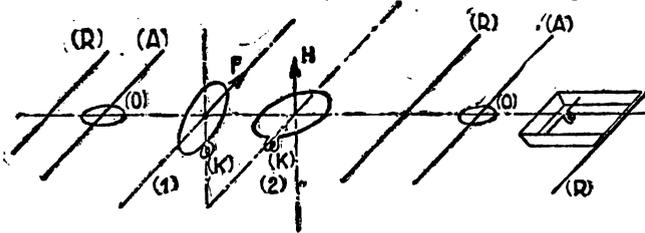

Figure 6
5° — La propagation dans les différents diélectriques. (Fig. 6). — Les expériences précédentes peuvent être réalisées dans les milieux autres que l'air. Pour les liquides, l'eau par exemple, il est commode d'opérer dans une cuvette de photo en verre ou dans un cristallin noir posé en avant de l'oscillateur. La longueur du résonateur accordé dans l'eau est beaucoup plus courte que dans l'air. Un réflecteur (R) est placé juste en avant de la cuvette, et les ondes stationnaires peuvent être mises en évidence dans le liquide, en déplaçant le petit résonateur.